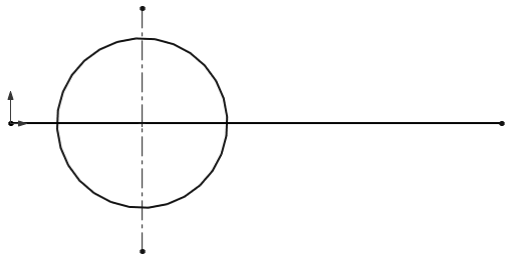

图 3-42 草图
- [1] 打开初始文件“Z3L2.prt”,编辑草图,草图如图 3-42 所示。